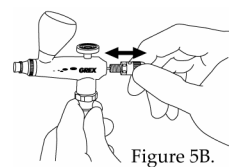

Figure 5B.
3. Tenir le bouton PVA ou l'aiguille, le faire rentrer et sortir de votre aérographe de façon répétitive (pompage) pour nettoyer le paquetage interne. Se référer aux figures 5B et 5C ci-dessous